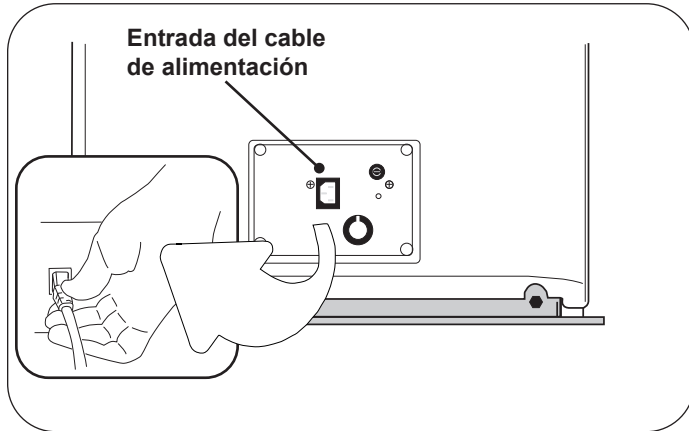

Figura 20. Entrada del cable de alimentación
2. Inserte el extremo hembra del enchufe del cable de alimentación en el tomacorriente de la mesa. Asegúrese de que el enchufe esté completamente insertado (Figura 20).